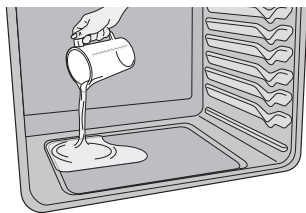

Figure 20 : Verser 1 tasse d'eau
3. Verser 1 tasse d'eau du robinet dans la cavité de la sole du four. (Figure 20) Fermer la porte du four.